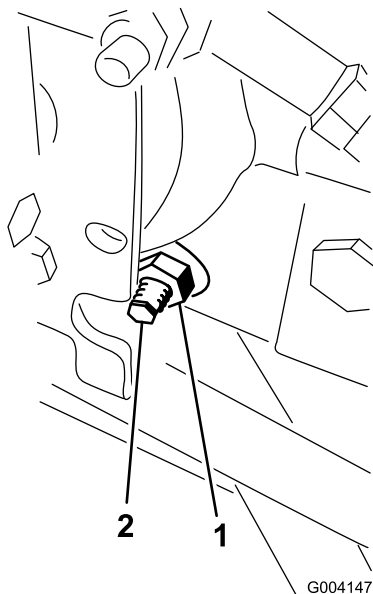

Figura 69
4. Dal lato destro dell'idrostat, allentate il dado di bloccaggio sulla camma di regolazione della trazione (Figura 69).